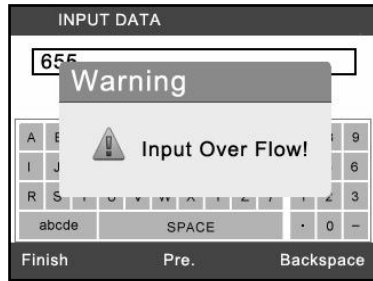

Figura 6.15
- ✍ **NOTA:** Los datos de entrada que deben estar en el variedad razonable. Si se introduce un dato fuera de alcance la herramienta mostrará una "entrada sobre el flujo!" Mensaje de advertencia. (Figura 6.15)